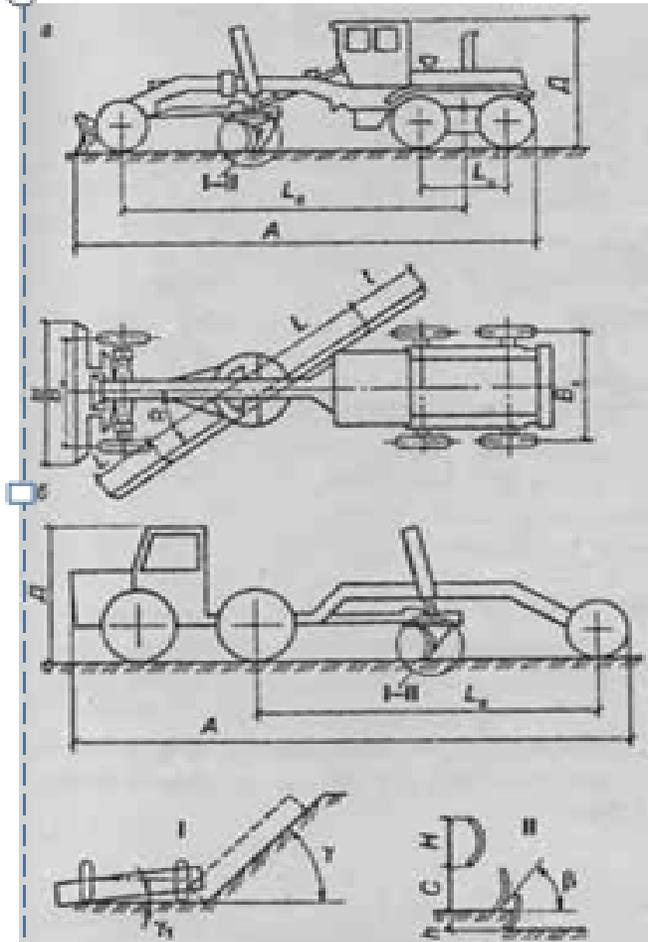

Рис. 1
- ▶ наклонять его верхнюю кромку вперёд или назад (рис. 1).
***Жесткая рама*** (рис. 1) сварная, состоит из подмоторной рамы, хребтовой балки, соединенной с тяговой рамой.